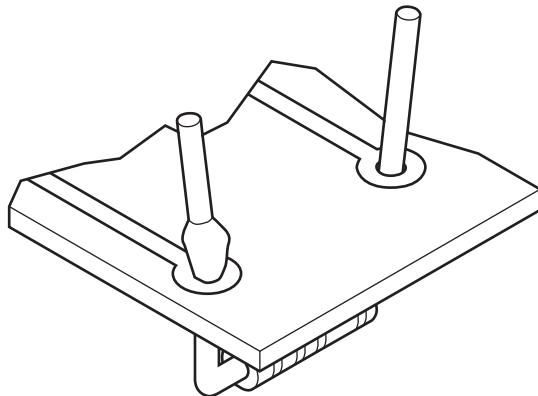

Fig. 7
- (d) Fig. 7 shows a faulty soldered connection.